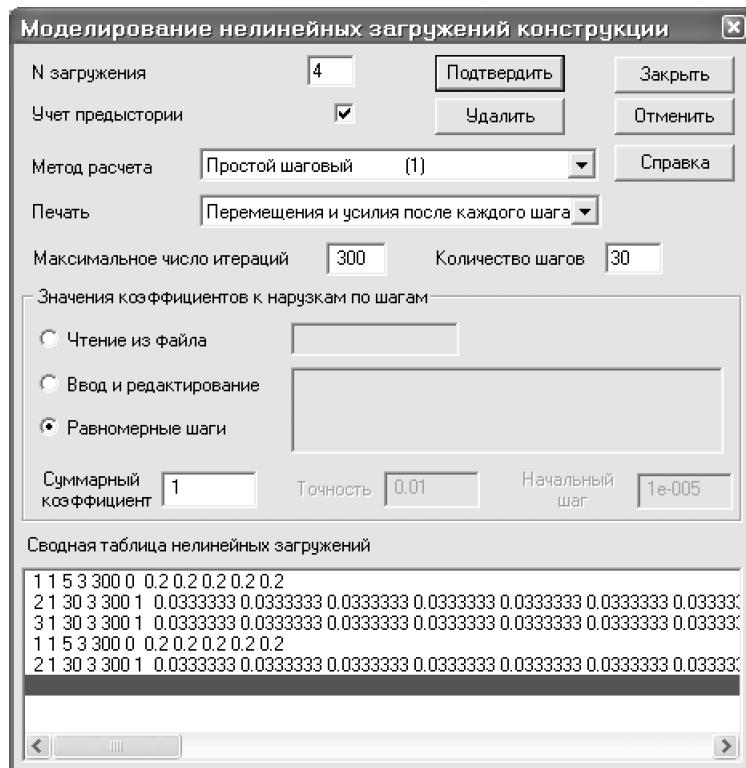

Рис.7.23. Диалоговое окно **Моделирование нелинейных загружений конструкции**
- Чтобы получить вторую последовательность 1; 2 и 4 загружения (полезная нагрузка во втором пролете), в диалоговом окне Моделирование нелинейных загружений конструкции (рис.7.23) для формирования первого загружения задайте следующие параметры:
- в раскрывающемся списке выберите метод расчета – Простой шаговый (1);